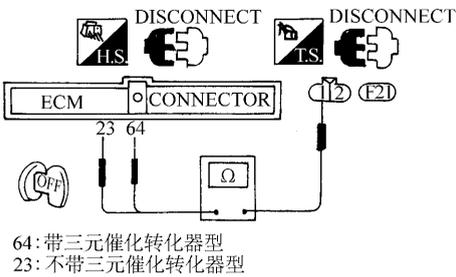

图 4-37 检查输入信号线路 (1)
(1) 松开拧紧发动机的接线螺栓 (2) 点火开关转至“OFF” (3) 拆下 ECM 线束插接件和爆燃传感器电线束插件 (4) 检查端子①和 ECM 端子 (64) 或 (23) 之间线束导通性 (图 4-37)。正常应导通。是否正常	否